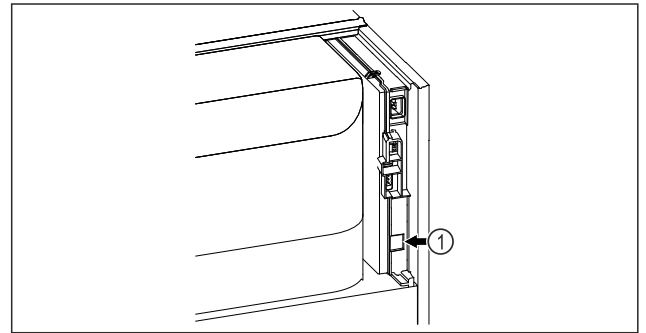

Fig. 100
- SmartModule Fig. 100 (1) 已使用。